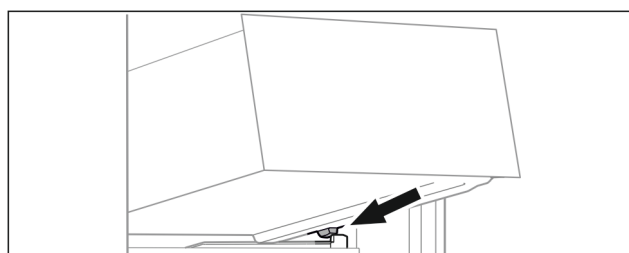

Fig. 61
- ▶ Placer le tiroir, en l'inclinant, derrière les butées sur la nervure de récipient. (voir Fig. 61)